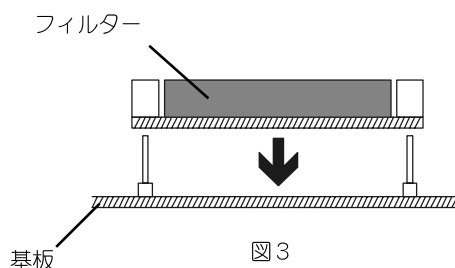

図 3
4. 接続端子を曲げないように注意しながら“YF-122S”または“YF-122C”“YF-122CN”を“FIL-1”“FIL-2”のどちらかに差し込みます(図3参照)。